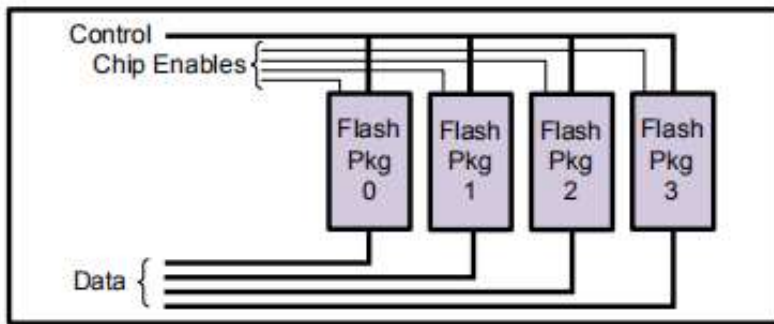

Figure 5: Shared control gang
1. 如图5所示。有一组共享的控制引脚，但是由于每个package有单独的数据路径，所以跨多个包的同步操作可以 **并行**。可以从第二个配置中删除Chip Enables，但在这种情况下，所有命令操作作用于整个Flash Package，没有一个包闲置